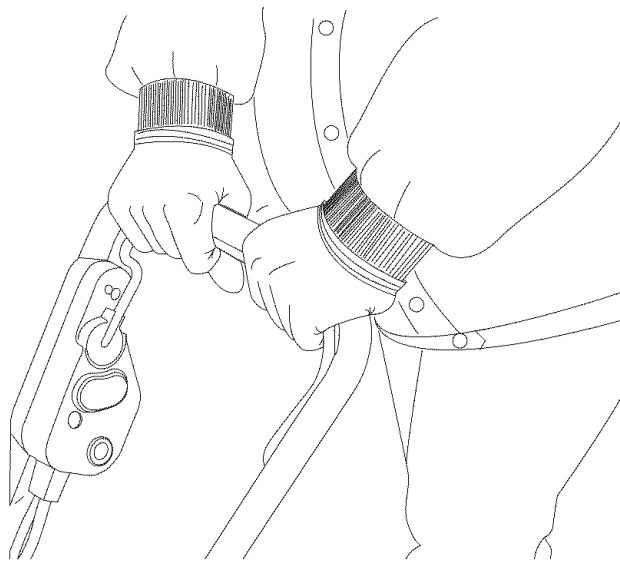

Fig. 5
4. Tenez la poignée de sécurité et utilisez la machine (Fig. 5).